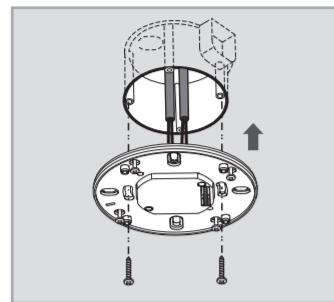
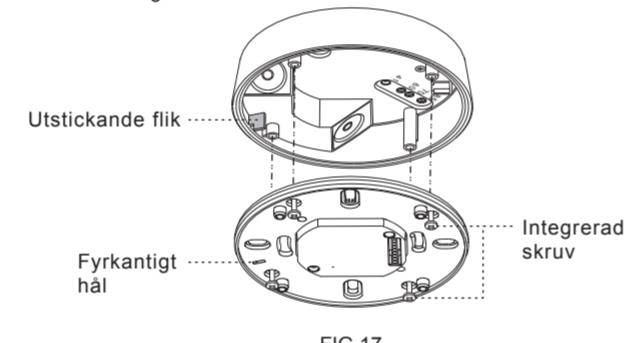

FIG.9
FIG.17
4.4.1.3 Montera plintlädan i kopplingsdosan av europeisk standard med 2 skruvar (se FIG.9).
4.4.3.5 Se avbildade kopplingsscheman för korrekt anslutning (se FIG.5 - FIG.6). Det finns ett fyrkantigt hål i montageplattan. Passa in det fyrkantiga hålet över kopplingsdosans utstickande flik (se FIG.17) när montageplattan sätts in i kopplingsdosan. Montera sedan fast detektorhuvudet på plintlädan enligt FIG.9 genom att skruva ihop dem med de 4 integrerade skruvarna.